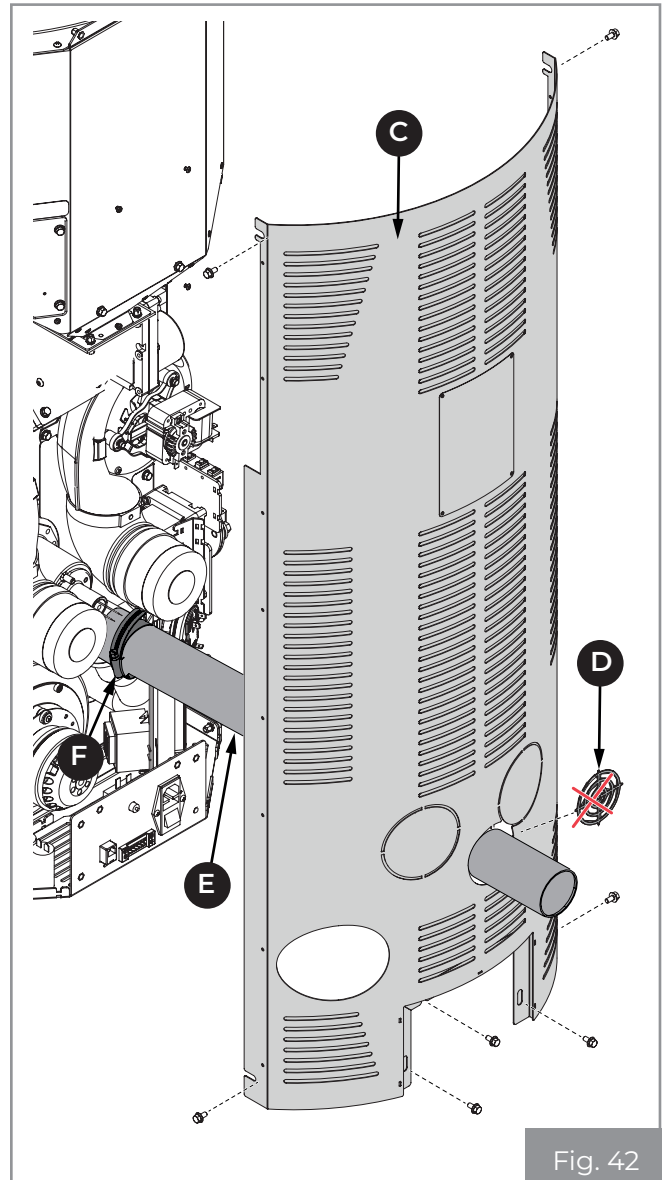

Fig. 42
- Smontare lo schienale della stufa (C).
- Togliere il pretranciato (D) sullo schienale (C) e far passare il tubo flessibile (E) per collegarlo ad una presa d'aria esterna (Fig. 42).
- Stringere il tubo (E) con la fascetta metallica (F) precedentemente allentata.